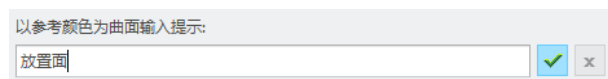
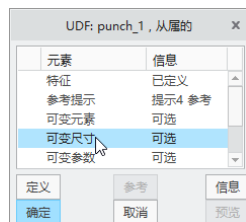

图 1-285 输入提示 1
图 1-286 “UDF:punch_1, 从属的”对话框
(6) 结合钣金模型中的显示情况，在图 1-285 所示的框中输入“放置面”，单击 （接受）按钮，或者按〈Enter〉键。
(7) 依次输入“右方向参考”“折弯轴”“定位参考”（注意依据图形窗口中的显示情况）。然后在菜单管理器的“提示设置”菜单中选择“完成/返回”命令。
(8) 在“UDF:punch_1, 从属的”对话框中选择“可变尺寸”元素选项，如图 1-286 所示，接着单击“定义”按钮。